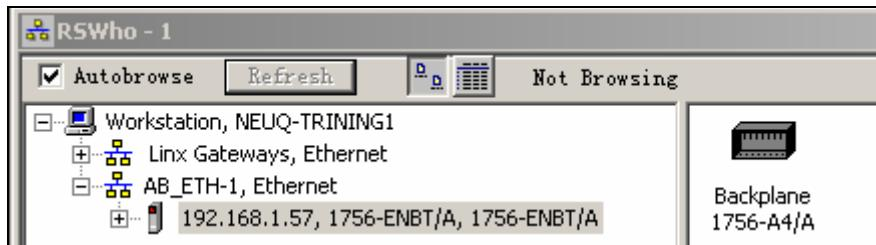

图 4-12 新组建的 EtherNet 网络
6. 单击 Close 回到 RSLinx 初始界面，单击 *Communications->RSWho*，现在工作区左侧列表中多了 AB\_ETH-1 网络图标，选中右上角 *Autobrowse* 或单击 *Refresh*，如果驱动组态正常，单击该网络图标，会出现所配置好的设备的图标，如图 4-12 所示。